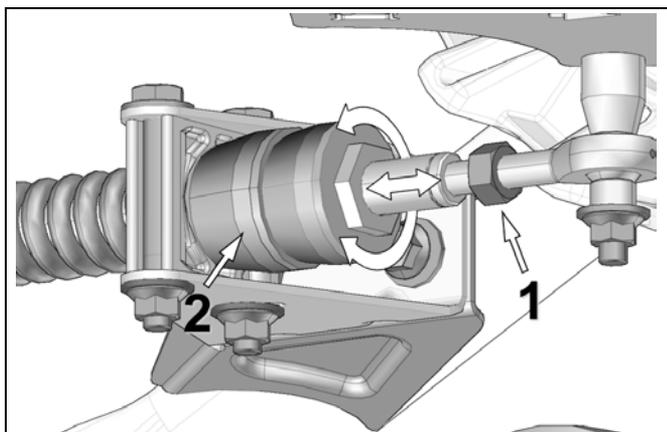

Figure 14
- Desserrer le contre-écrou (1) de l'embout à rotule. Ajuster la longueur de l'embout à rotule de sorte qu'il n'y ait aucune pression sur le cône de caoutchouc (2). Voir la Figure 14.